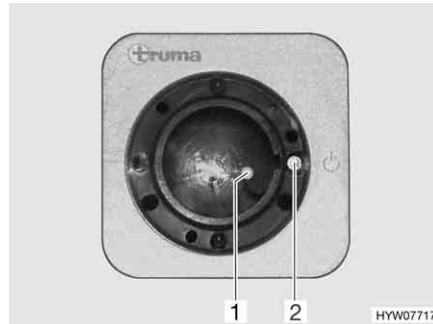
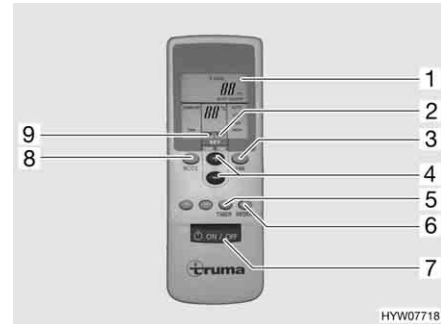

Fig. 149 Récepteur
Fig. 150 Télécommande
- Mettre en marche la télécommande à l'aide de l'interrupteur (Fig. 150,7). Le voyant de contrôle vert (Fig. 149,1) indique le mode de refroidissement.
- Régler le mode de fonctionnement souhaité à l'aide de la touche (Fig. 150,8).
- Régler si nécessaire la puissance de ventilation et la température de la pièce souhaitées à l'aide des touches (Fig. 150,3 et 4). La flèche (Fig. 150,9) indique le mode de réglage sélectionné.
- ▷ Sur le récepteur se trouve un interrupteur supplémentaire (Fig. 149,2) permettant de mettre en marche ou d'arrêter la climatisation sans télécommande. Lorsque la climatisation est mise en marche à l'aide de cet interrupteur, le mode de fonctionnement réglé sur la télécommande lors de la dernière utilisation est sélectionné automatiquement.
- Pour éteindre la climatisation, appuyer à nouveau sur la touche (Fig. 150,7) de la télécommande.
- Pour effectuer la programmation, allumer la climatisation à l'aide de la touche (Fig. 150,7) de la télécommande.
- Régler le mode de fonctionnement et la température de la pièce souhaités à l'aide des touches (Fig. 150,8, 3 et 4).
- Sélectionner à l'aide de la touche (Fig. 150,5) la fonction souhaitée (Fig. 150,1) :
- Sélectionner le temps de retard souhaité (de 1 à 15 heures) à l'aide des touches (Fig. 150,4). La flèche (Fig. 150,2) clignote et indique le mode de réglage.
- ▷ En appuyant sur la touche (Fig. 150,6), les réglages de la télécommande sont à nouveau envoyés au récepteur.